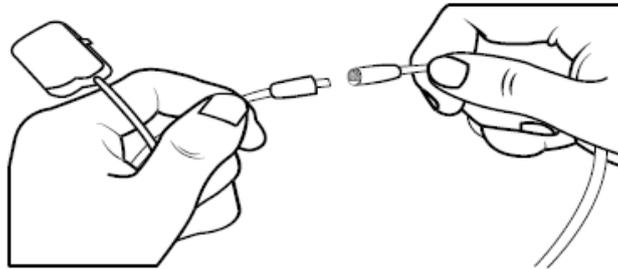

Figura 6. Extensión y cables de estimulación intraoperatoria 1x8
1. Fije la extensión del cable de estimulación intraoperatoria al cable de estimulación intraoperatoria (Figura 6).